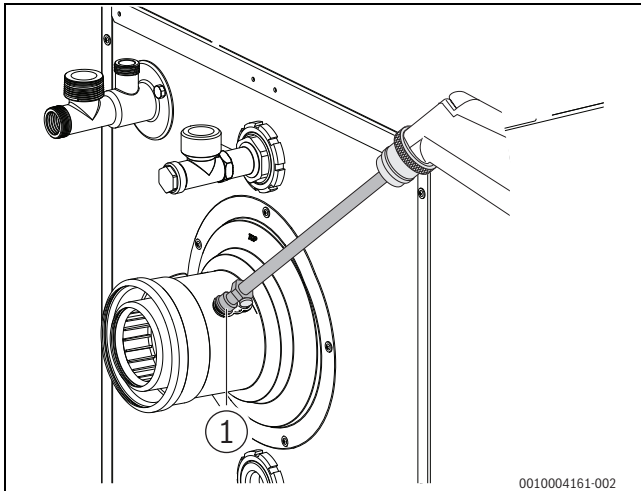

Bild 52 Messwerte aufnehmen
- ▶ Messfühler durch die Messöffnung (→ Bild 52, Seite 30) im Abgasrohr in den Kernstrom halten und CO₂- / O₂-Gehalt kontrollieren.
- ▶ Messfühler durch die Messöffnung (→ Bild 52, Seite 30) im Abgasrohr in den Kernstrom halten und CO₂ / O₂-Gehalt kontrollieren.